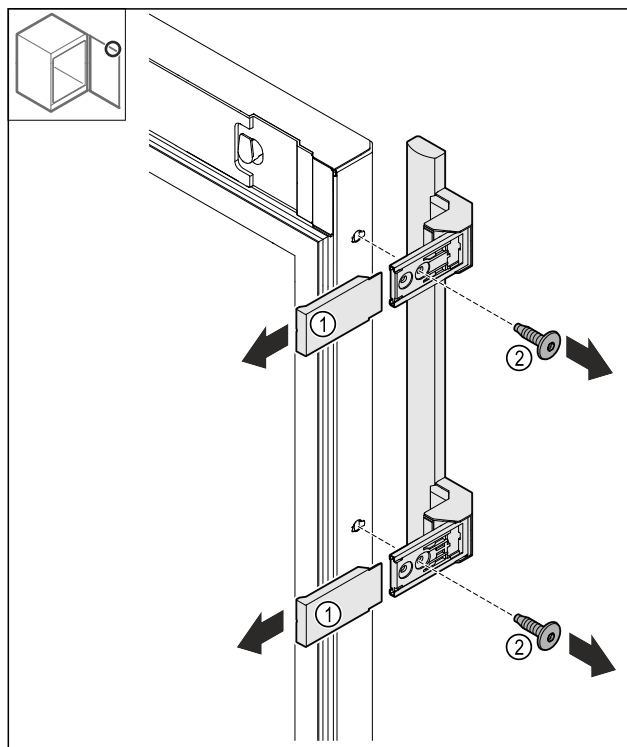

Fig. 24
- Desprindeți capacele Fig. 24 (1).
- Desfaceți șuruburile Fig. 24 (2).